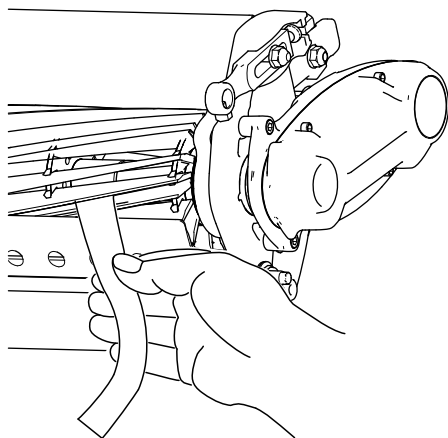

図 9
- B. 刃合わせチェックペーパー Toro P/N 125-5610 を、リールとベッドナイフとの間に入れてベッドナイフに対して直角にセットし (図 9)、リールを **ゆっくり**と前転させる紙が切れれば適切。切れなければステップ **A** と **B** を繰り返す。
11. 刃合わせチェックペーパー Toro P/N 125-5610 を、リールとベッドナイフとの間にに入れてベッドナイフに対して直角にセットし (図 9)、リールを ゆっくりと前転させる紙が切れれば適切。左右のベッドバー調整ねじをそれぞれ1クリックだけ締め、もういちど紙を切るテストを行う。紙が切れるまでこれを繰り返す。